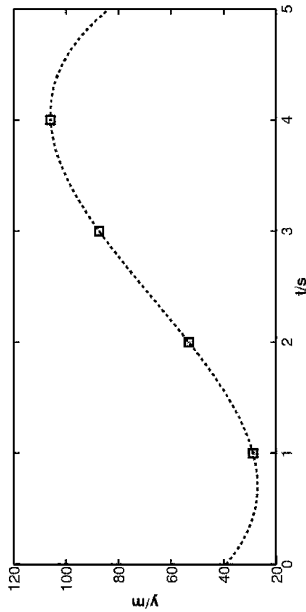

Bild 2: Ergebnis der Newton-Interpolation
- c) In Bild 2 sehen Sie den Plot des resultierenden Polynoms aus b). Wieso widerspricht dieses Ergebnis der Annahme, das Auto würde konstant beschleunigen? (1 Punkt)